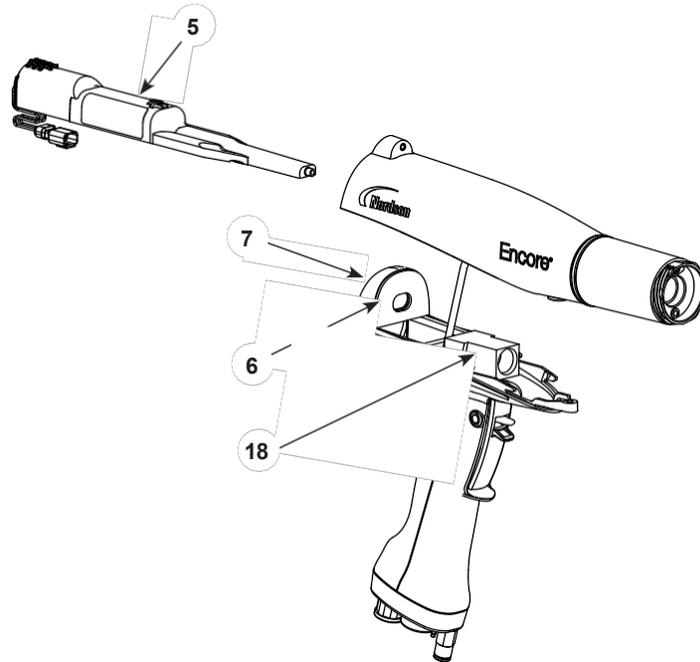
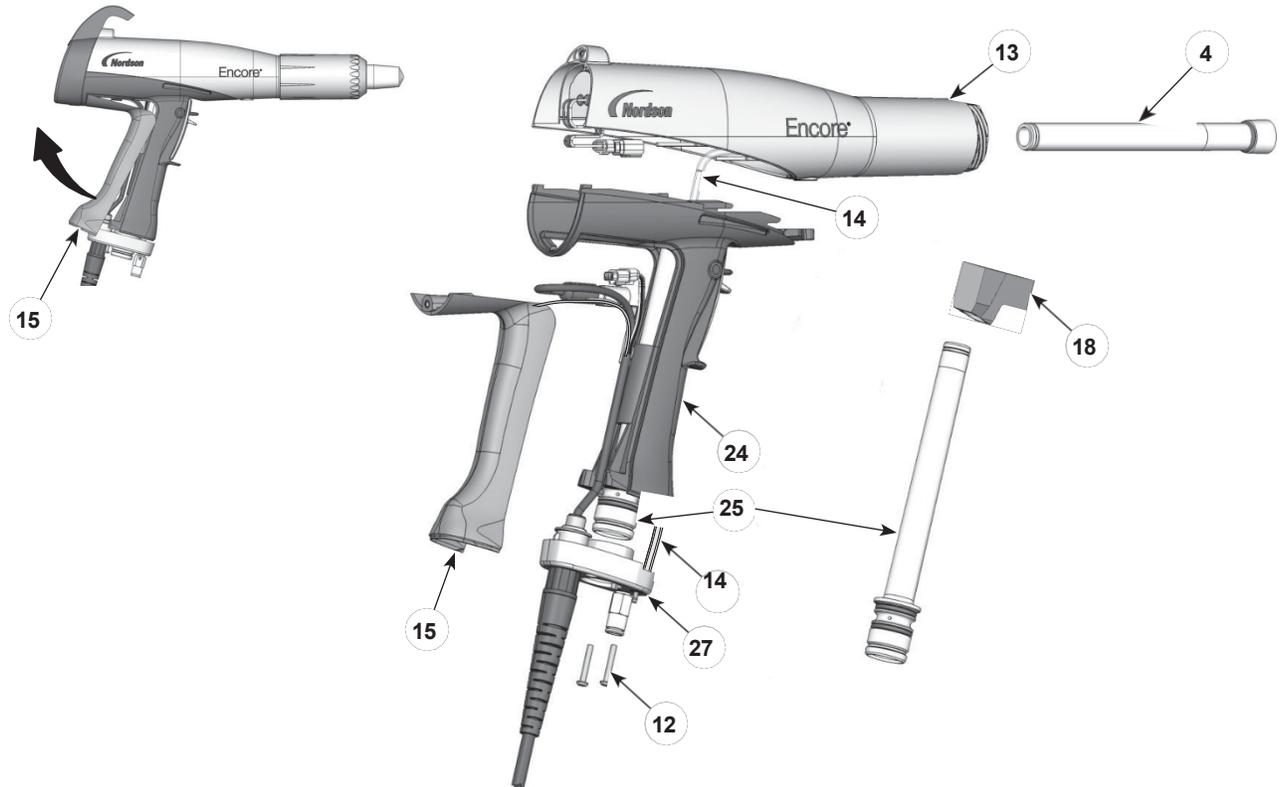

Figura 14 Rimozione dell'alimentatore dal corpo della pistola
Figura 15 Sostituzione del percorso della polvere
1. Vedere la Figura 14. Far scorrere l'alimentatore (5) fuori dal corpo della pistola.
2. Controllare la guarnizione (6) sul retro della paratia (7). Se è danneggiata, sostituirla. Il La guarnizione è fissata alla paratia con un adesivo sensibile alla pressione.
1. Vedere Figura 15. Rimuovere il gomito (18) dal tubo di ingresso (25).
2. Rimuovere le due viti M3 x 20 (12) dalla base dell'impugnatura (27). Allontanare la base dall'impugnatura, sollevare e allontanare dall'impugnatura la parte inferiore della piastrina di messa a terra (15), quindi rimuoverla. Lasciare il filo di terra collegato al blocco di terra.
3. Spingere il tubo di ingresso (25) verso l'alto e verso l'esterno della base, quindi spostare la base stessa ed estrarre il tubo di ingresso dall'impugnatura.
4. Spingere il tubo di uscita (4) fuori dalla parte anteriore del corpo della pistola (13).
1. Vedere la Figura 15. Installare il tubo di uscita (4) nel corpo della pistola (13), con l'estremità tubo a filo con l'estremità della pistola.
2. Installare il tubo di ingresso (25) nell'impugnatura (24), quindi installare l'estremità del tubo nella base dell'impugnatura (27).
3. Spingere la base del manico vicino all'impugnatura, quindi agganciare l'estremità superiore del cuscinetto di terra (15) nel corpo e ruotarlo sull'impugnatura. Assicurarsi che i fili del cavo non siano pizzicati o intrappolati durante il rimontaggio.
4. Installare la base della maniglia sull'impugnatura e sul cuscinetto di terra e fissarla con le due viti M3 x 20 (12).
5. Vedere la Figura 14. Installare il gomito sul tubo di ingresso, con l'estremità orientata verso parte anteriore della pistola, come mostrato.
1. Vedere la Figura 14. Allineare il corpo della pistola con l'impugnatura e farli scorrere insieme, incastrando le nervature interne del corpo della pistola con le linguette dell'impugnatura.